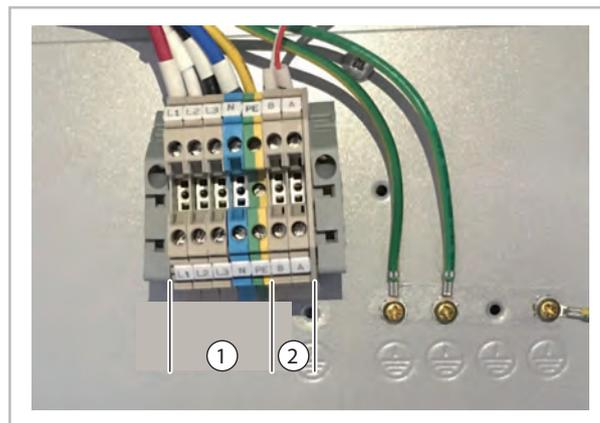

Fig. 11: Borne de raccordement du module externe WKF/WKF-compact 170
- En ce qui concerne la série WKF/WKF-compact 170, prenez en compte le fait que seules les bornes L1(R), L2(S), L3(T) et N sont raccordées (voir Voir la Fig. 11).